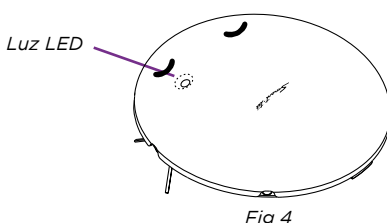

Fig 4
3. Desconecte el conecte el conector de la batería (Fig. 4)
4. Utilice un cepillo (no incluido) para limpiar el filtro de polvo y el filtro de residuos (Fig 4).